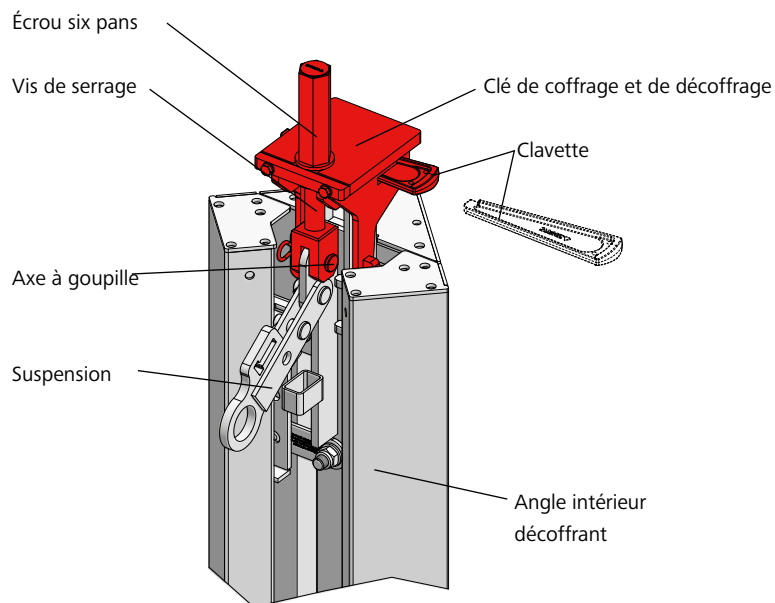

Fig. 55.3
1. Poser la clé de coffrage et de décoffrage sur la pièce de couplage située sur le haut de l'angle intérieur décoffrant. La suspension de l'angle intérieur décoffrant doit être orientée vers le bas (Fig. 55.3).
2. Pour fixer la clé sur l'angle intérieur décoffrant, utiliser le boulon à tête 16/40 et la goupille  $\beta 4$  de la vis de serrage de la clé de coffrage et de décoffrage (Fig. 55.3).
3. Bloquer la clé de coffrage / la clé de coffrage et de décoffrage : insérer la clavette dans l'ouverture située sur le côté de la clé de décoffrage par frappe au marteau (Fig. 55.3).